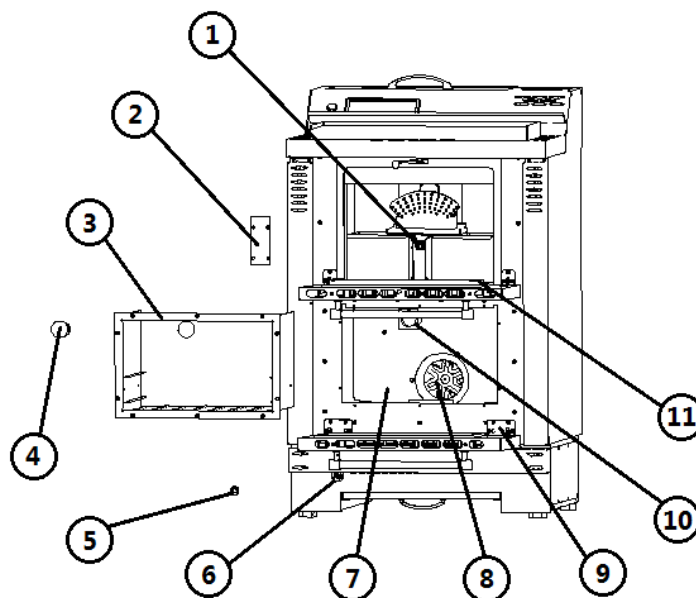

Fig. 35 - Vue de face
LÉGENDE Fig. 35 à page 69
- Dévisser les quatre vis du couvercle de la petite bougie d'allumage (voir **Fig. 35 à page 69**).